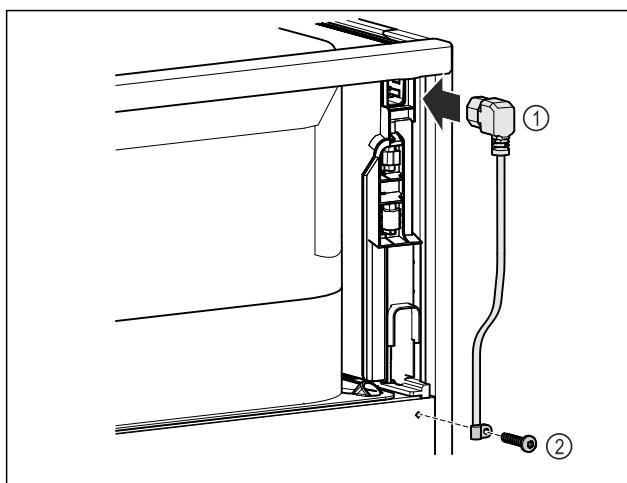

Fig. 68
- Kaltgerätebuchse der Netzanschlussleitung Fig. 68 (1) auf der Rückseite des Gerätes einstecken.
- Zugentlastung montieren. Fig. 68 (2)